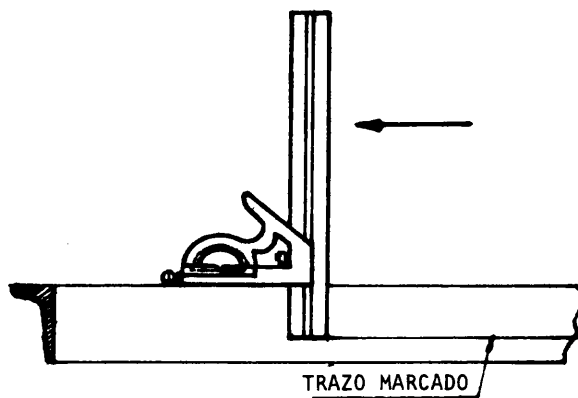

Fig. 10
4. También puede utilizarse como gramil (fig. 10).